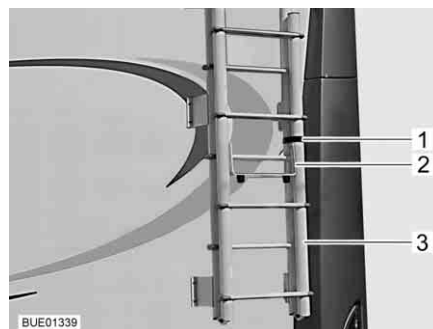

Bild 2 Hopfällbar steg, stegen upp-fälld
- Lossa remmen (Bild 2,1) på stegen (Bild 2,3) baktill på fordonet.
- Fäll ut skyddsbygeln (Bild 2,2).